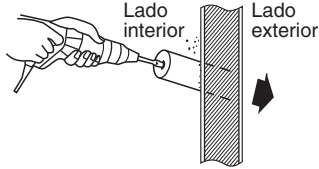

Fig. 3-20
- As posições das ligações da tubagem de refrigerante são mostradas na figura abaixo. (A tubagem pode ser encaminhada em 3 direcções.) (Fig. 3-20)